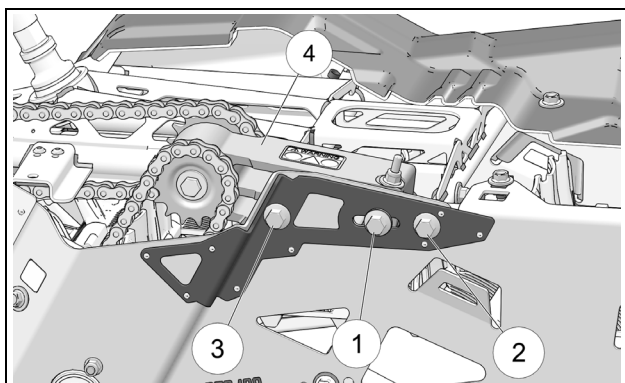

Figure 3
- Desserrer les boulons de fixation (1) et (2) du panneau latéral gauche. Desserrer le boulon de fixation (3) de  $\frac{1}{2}$  tour seulement. Les boulons (1) et (2) desserrés permettent au tendeur de chaînes (4) de pivoter sur son axe. Le boulon (3) doit demeurer sous tension pendant l'ajustement. Voir la Figure 3.